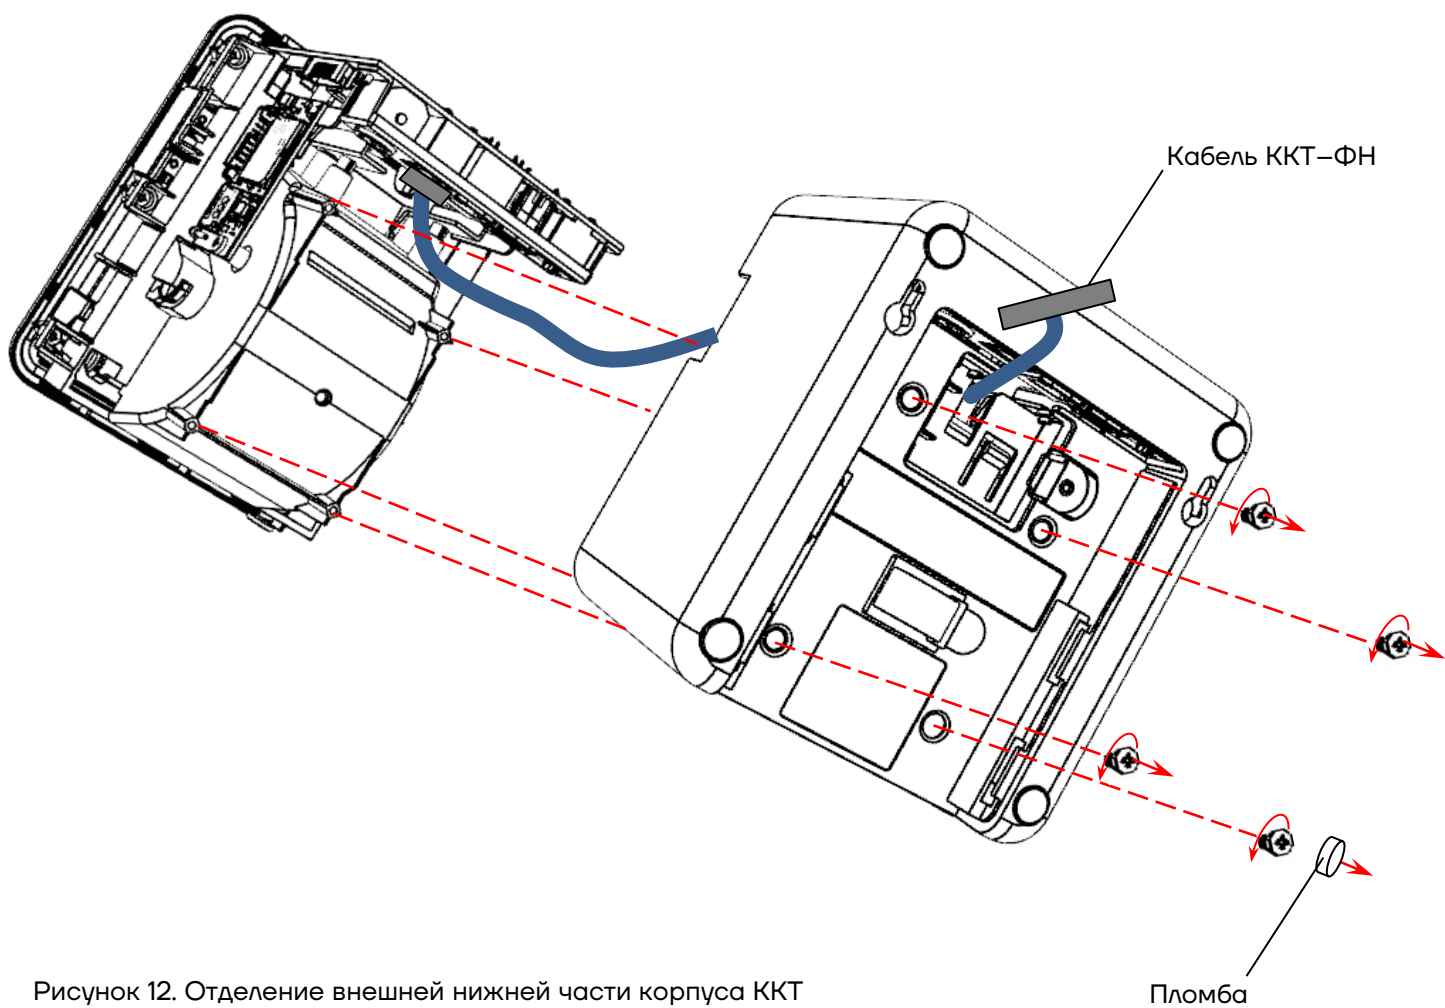

Рисунок 12. Отделение внешней нижней части корпуса ККТ
- 11** Вкрутить винты крепления, установив пломбу (см. рисунок 12).